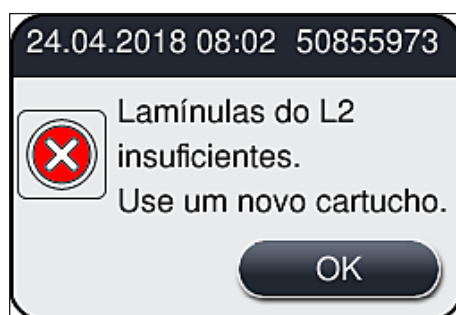

Fig. 54
- Se um descartável acabou uma mensagem de aviso correspondente é enviada ao usuário, por exemplo (→ Fig. 54).